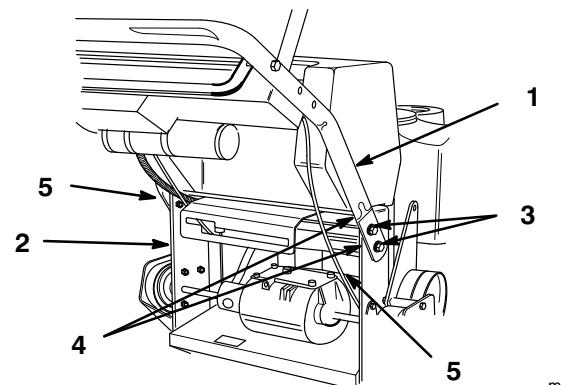

Abbildung 4
- Jede Seite mit (2) 26 mm (3/8 – 16 x 1") Flanschschrauben und Bundmuttern befestigen (Abb. 4). Schrauben mit einem Anzugsmoment von 34 N.m (25 ft-lb) festziehen.
- Kabel und Kabelbaum innen durch den Rahmen führen (Abb. 4)